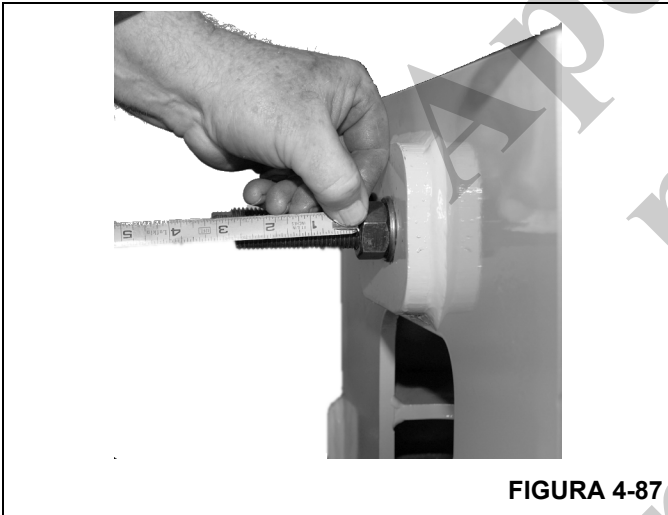

FIGURA 4-87
10. Ajuste o cabo até que 76 mm (3 pol.) das roscas fiquem à mostra além da porca de ajuste (Figura 4-87).